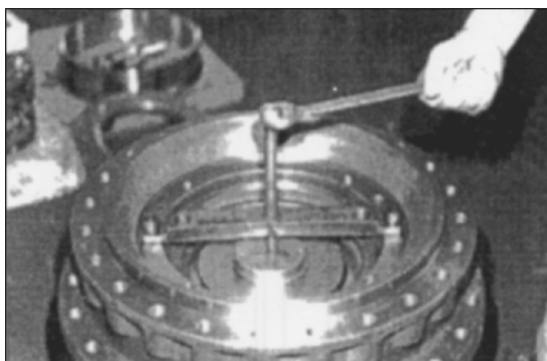

Рис. 120
29. Установите зажимное приспособление на ступицу и вставьте диск пружинного фиксатора под левой стороной стопорного кольца. Рис. 120.